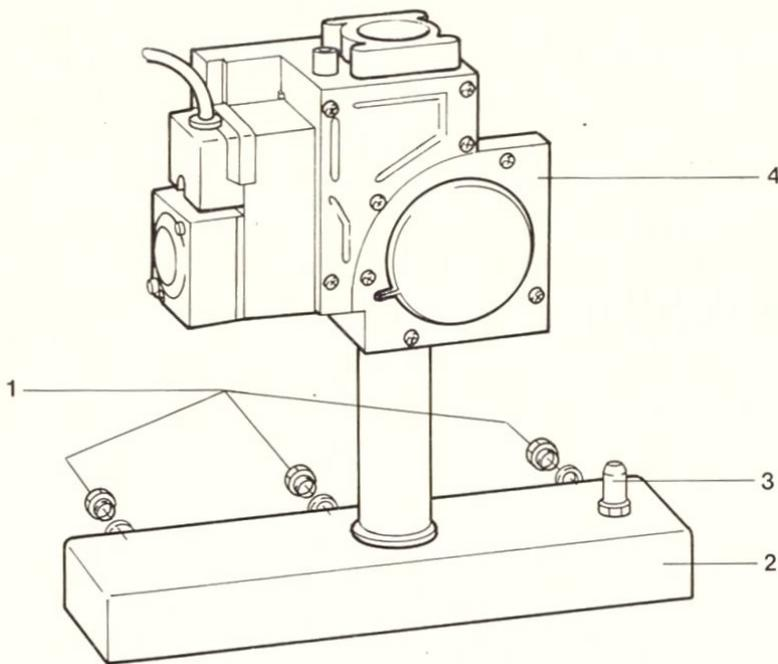

Abb. 18
Legende zu Abb. 18
- b) Brennerdüsen (1), Abb. 18, austauschen.